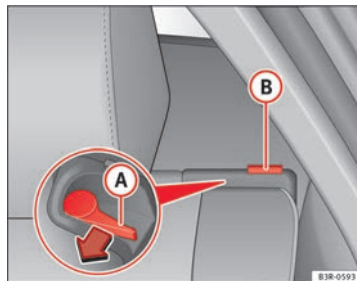

Abb. 116 Entriegelungshebel der Rückenlehne
- Den Entriegelungshebel (A) ⇒ Abb. 116 in Pfeilrichtung bewegen.